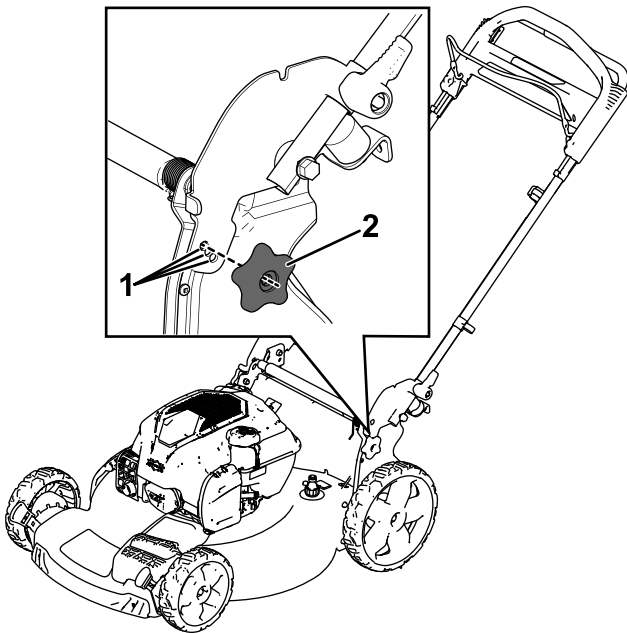

Bild 11
Sie können den Holm in Position 1 oder 3 anheben oder absenken, je nachdem welche Sie als angenehmer empfinden (Bild 11).
1. Entfernen Sie beide Griffschrauben und Griffhandräder (Bild 11).